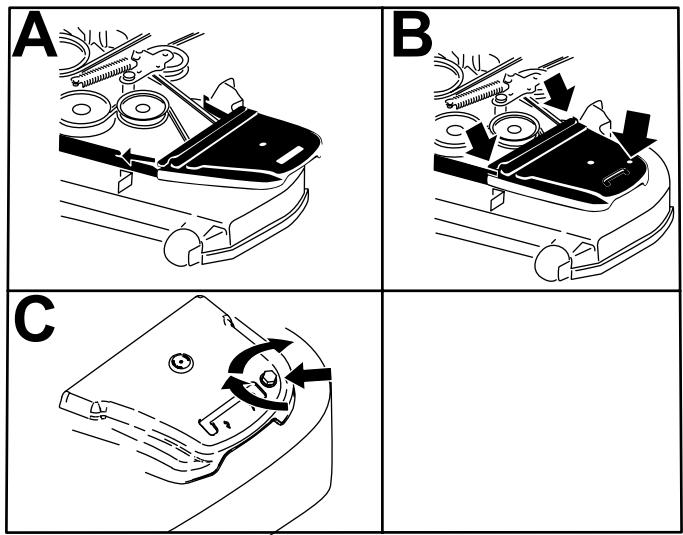

Figura 65
12. Instale las cubiertas de las correas y los pernos que están sujetos a las mismas (Figura 65).